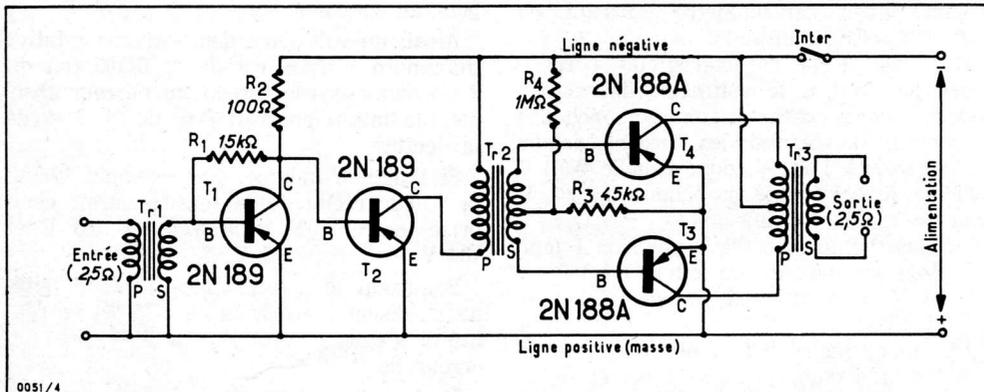

Fig. 4
V. — Câblage (fig. 4)
Câblage proprement dit (fig. 4) : Une cosse extrême du primaire (P) du transformateur Tr.1 est connectée à une douille « Entrée » ; la cosse demeurant libre de ce primaire est branchée à la ligne positive, et l'on fait de même pour : une cosse du secondaire (S), du transformateur Tr.1, ainsi que pour les émetteurs (E), des transistors T.1, T.2, T.3 et T.4, et la douille positive (+) d'alimentation. La cosse demeurant libre du secondaire (S) du transformateur Tr.1 est reliée à la résistance de 15 kΩ (R.1), ainsi qu'à la base (B) du transistor T.1 ; le collecteur (C) de ce dernier est connectée à la base (B) du transistor T.2 au fil demeurant libre de la résistance de 15 kΩ (R.1), ainsi qu'à la résistance de 100 Ω (R.2) ; le fil demeurant libre de cette dernière est branché à la ligne négative ; le collecteur (C) du tran-